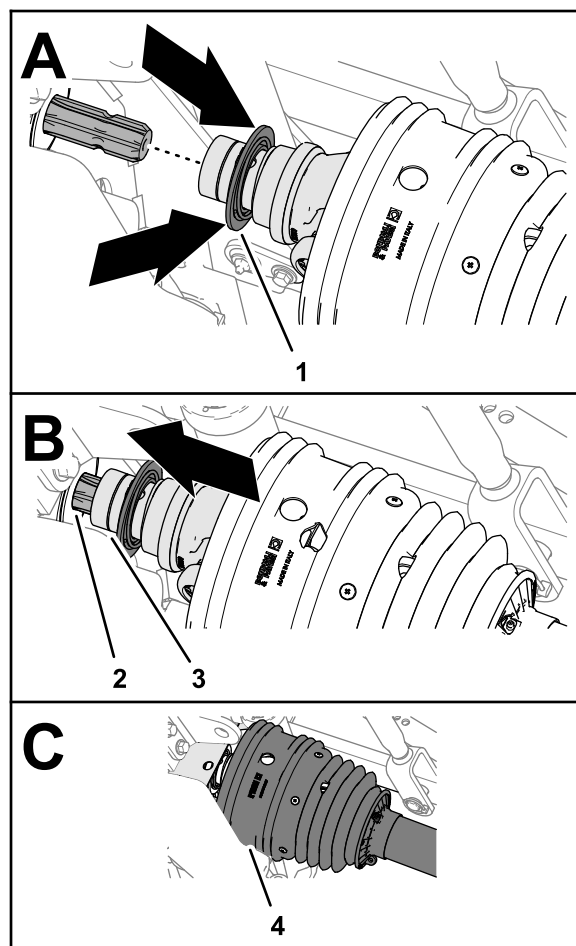

Figure 27
3. Tirez la bague de blocage en arrière sur la chape de l'arbre de transmission (Figure 27).
cannelures de l'arbre de sortie de PDF (Figure 27).
6. Vérifiez que la protection recouvre la chape de l'arbre d'entraînement (Figure 27).